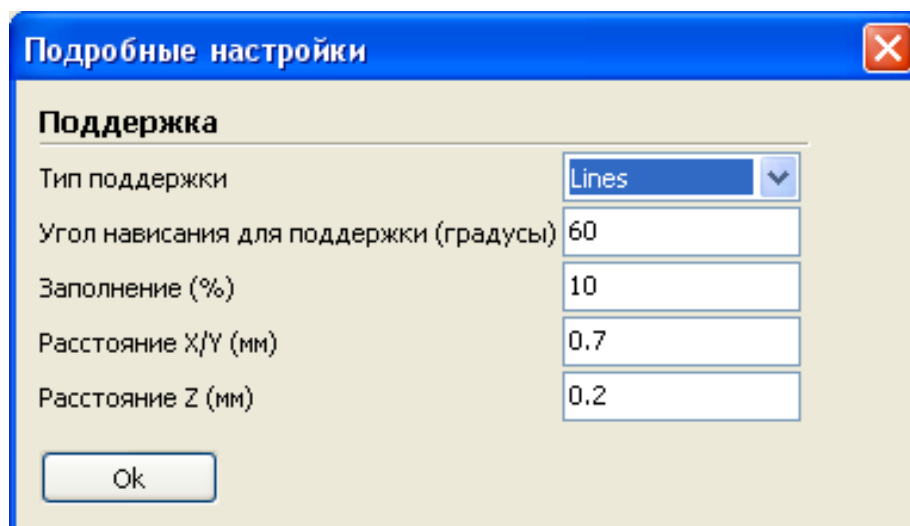

Рис. 14
– **Тип поддержки** – можно выбрать **«Нет»**, если в модели действительно нет элементов, «висящих в воздухе», либо они нависают незначительно, – но если такие элементы есть, то они могут не напечататься либо снизу на них окажется «бахрома» из провисших нитей при печати первых слоев. Вариант **«От поверхности»** предписывает создавать только часть поддержек, низ которых опирается на рабочий стол, а вариант **«Везде»** – создавать все требуемые поддержки, в том числе от нижележащих участков самой модели. Вариант **«Везде»** более надежен, но от поддержек после их удаления на модели остаются заметные следы, тогда как при варианте **«От поверхности»** такие следы будут только снизу и потому менее заметны. Можно также нажать расположенную справа от раскрывающегося списка кнопку **«...»** и вызвать окно дополнительной настройки (рис. 14). Здесь, в частности, можно задать тип поддержки – жесткая «сетка» (**Grid**), надежная, но трудно удаляемая, либо «линии» (**Lines**) – совокупность тонких пластин, которые легче удалить. Задаются также числовые параметры: